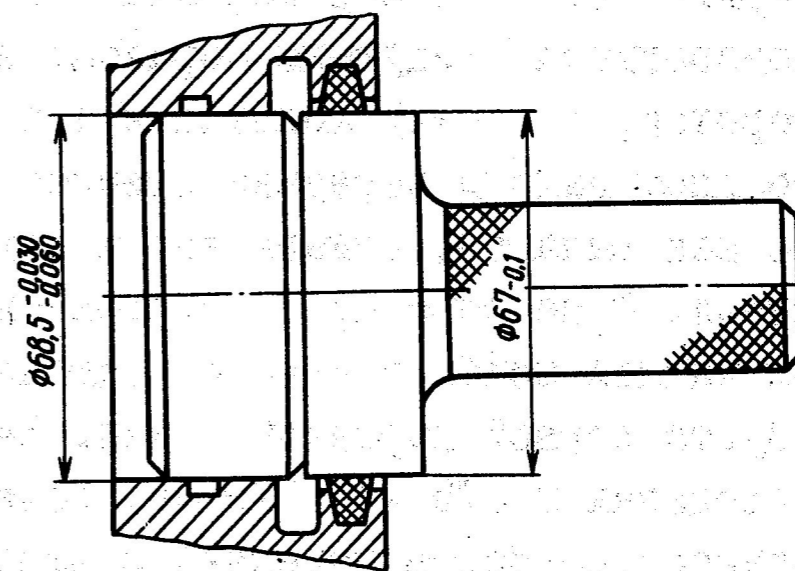

Рис. 54. Оправка 5-У-27678 для обжима сальника коленчатого вала
- обжать задний сальник коленчатого вала в блоке и держателе сальника оправкой (рис. 54);